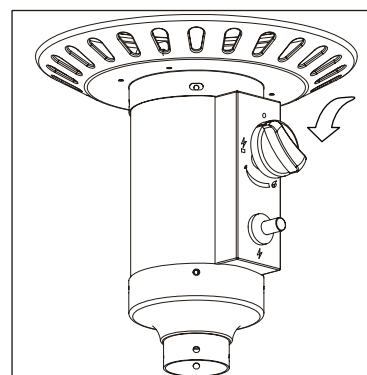

Figure 2
4. Pousser le bouton de contrôle et tourner dans le sens contraire des aiguilles d'une horloge dans la position "PILOTE" (⚡) (Figure 2).